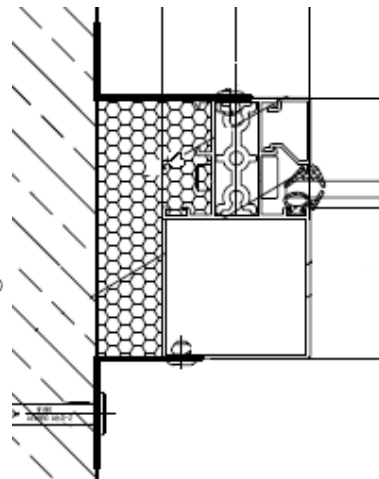

Рисунок 8
6.1.7 С внешней (уличной) стороны, в местах примыкания распашного ограждения к строительным конструкциям, установить вертикальные нащельники и крепить их самонарезающими винтами. (Рис.8).
6.1.8 Пустоты по всему внешнему периметру ограждения заполнить утеплителем (если таковой заложен конструкторской документацией) (монтажная пена, минеральная вата и т.п.) с полным перекрытием пустот (Рис.8,9).